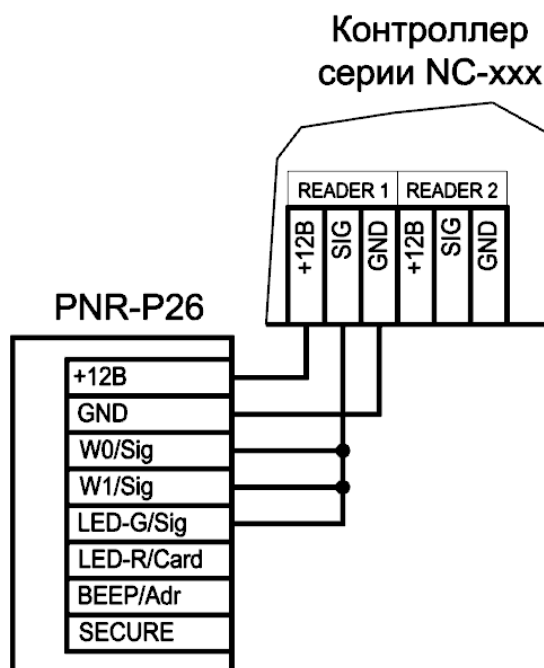
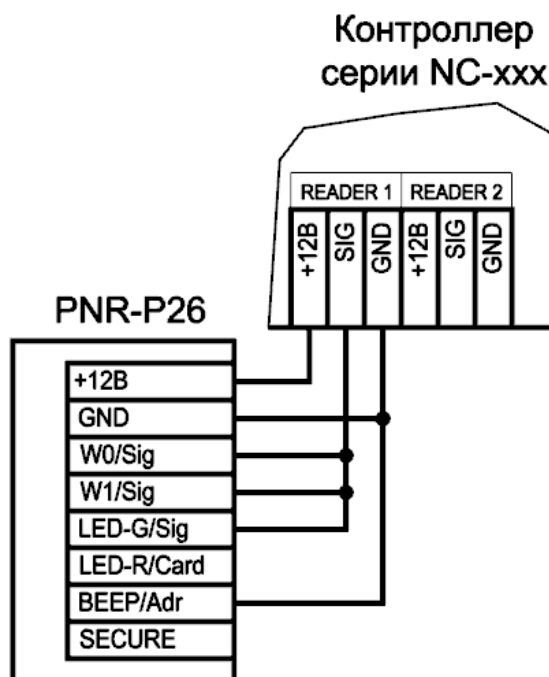

Рисунок 5. Подключение считывателя в режиме Parsec, адрес 1 (внутренний)
Рисунок 6. Подключение считывателя в режиме Parsec, адрес 0 (наружный)
- При работе в режиме **Parsec** линия SIG считывателя (зеленый + белый + оранжевый провода) является двунаправленной (см. таблицу 2 и рис. 5 и 6). По ней считыватель передает контроллеру считанный с карты код во внутреннем формате системы Parsec.
Кроме того, в системе Parsec каждый считыватель имеет собственный адрес: 1 (внутренний считыватель, рис. 5) или 0 (наружный, рис. 6), – что позволяет использовать один кабель от контроллера для подключения двух считывателей.